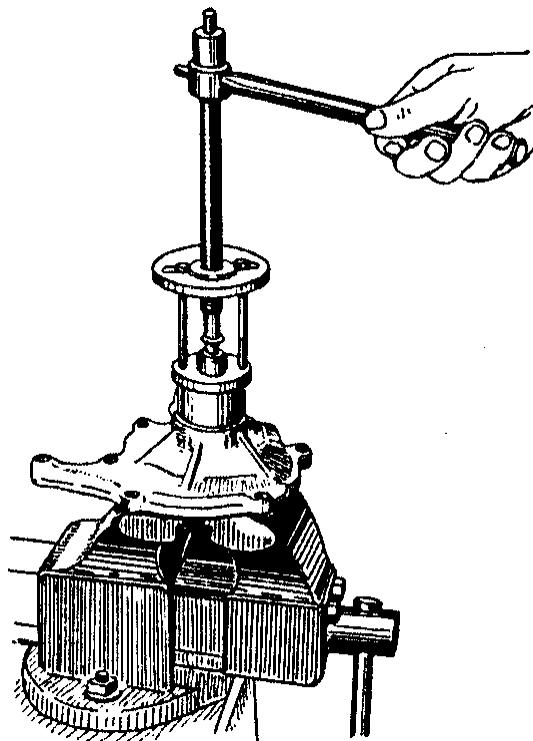

Рис.50. Снятие ступицы шкива водяного насоса
3. Снять ступицу шкива съемником (приспособление 6999-7697), как показано рис.50.